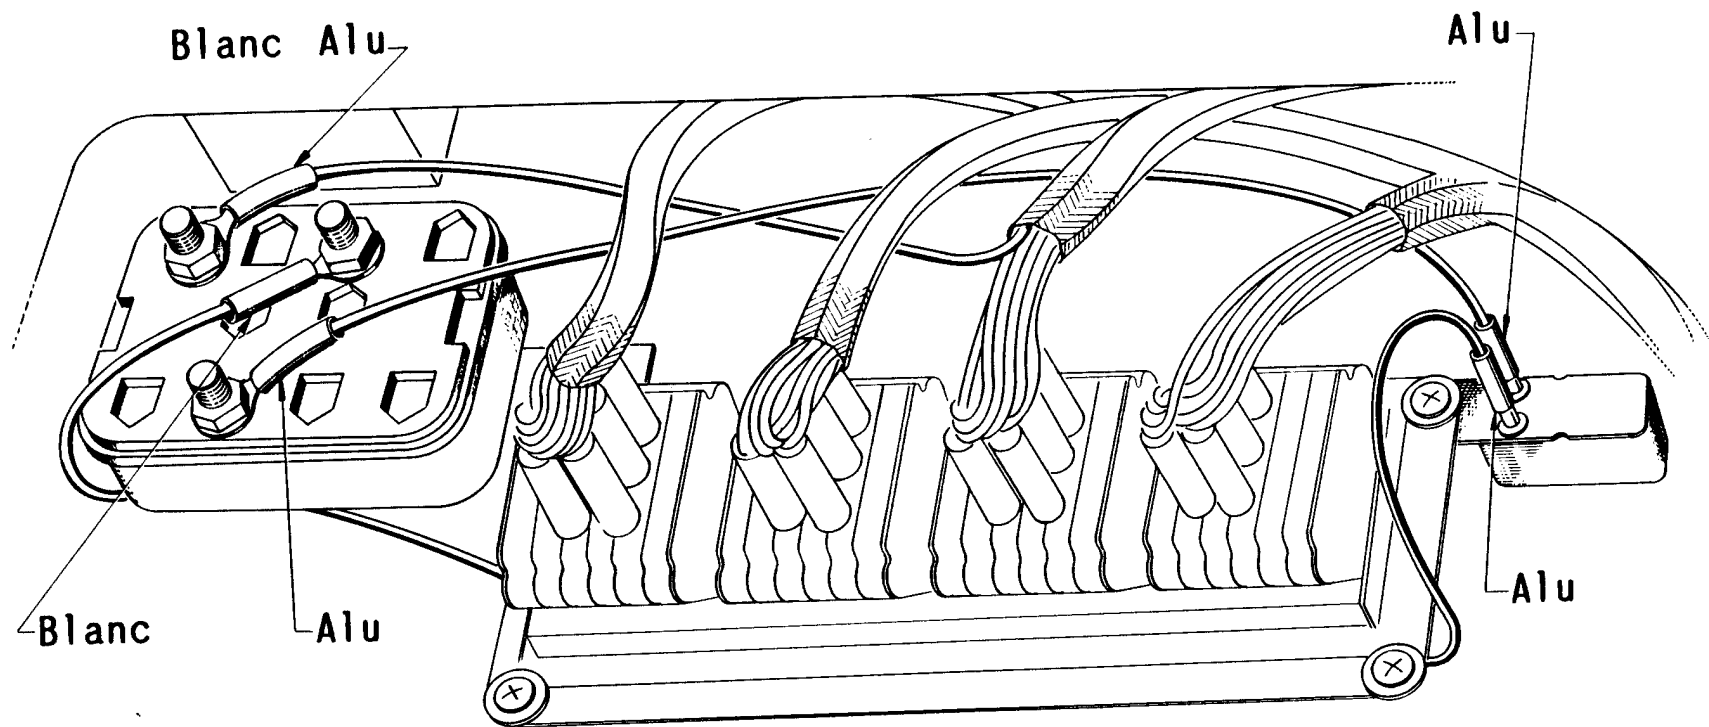

Fig.30
7350 - REMPLACEMENT d'un **THERMO-RELAIS** (Fig. 30)
- 6) **Brancher les trois** cosses du thermo-relais suivant la Fig. 30, bloquer (clé à pipe de 7).
7351 - REMPLACEMENT d'un TEMOIN SONORE (BRUITEUR) (Fig. 30)**Outillage**